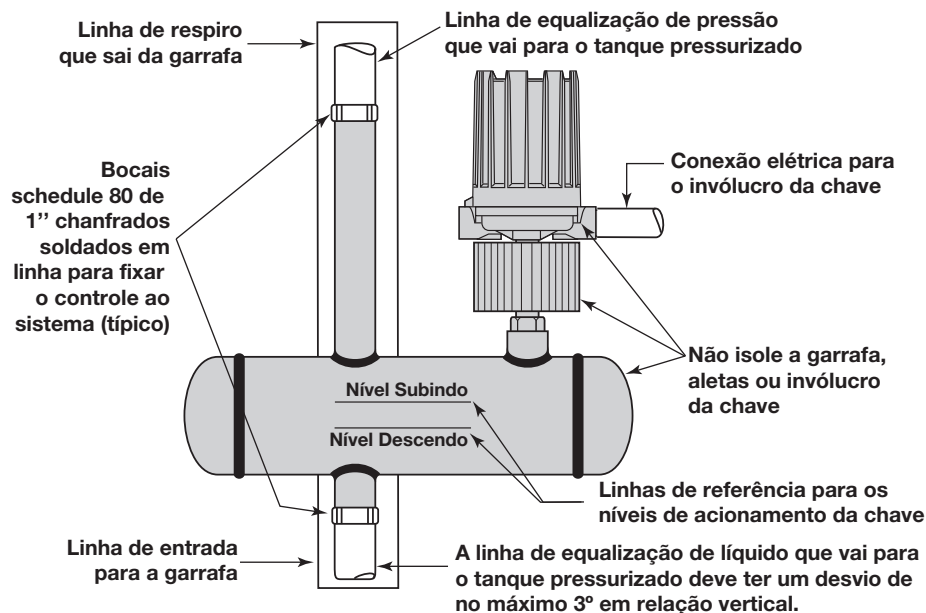

Figura 3
A Figura 3 mostra uma instalação típica de um Modelo B40 em uma tubulação para um tanque pressurizado. As linhas de referência, na garrafa da bóia, devem estar alinhadas para corresponder ao nível de líquido no tanque no qual é desejado o controle (consulte o desenho dimensional, se fornecido). Use tubos de resistência suficientes para agüentar a unidade. Se necessário, use uma plataforma ou um extensor para ajudar a agüentar o peso da mesma. A tubulação deve estar reta e sem pontos baixos ou bolsões, para que a linha inferior de líquido escoe em direção ao tanque e a linha superior de vapor escoe em direção ao controle. A tubulação deve ser isolada, conforme mostrado, para minimizar a perda de temperatura do líquido e para melhor controle do calor na área do invólucro da chave. **NÃO** isole o invólucro da chave ou a garrafa da bóia.
6. Se o conjunto do ímã estiver balançando livremente e mesmo assim o mecanismo não atuar, verifique a instalação do controle para certificar-se de que ele está dentro dos três(3°) graus especificados em relação à vertical. (Use um nível de bolha de ar na lateral do tubo núcleo em dois lugares, separados de 90°. Veja a Figura 3 na página 05).